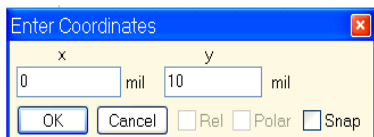

Рис. 5.21
8. Переместите курсор в окно черчения, затем нажмите клавишу **Tab** на клавиатуре. Откроется диалоговое окно **Enter Coordinates** (Ввод координат, рис. 5.21).